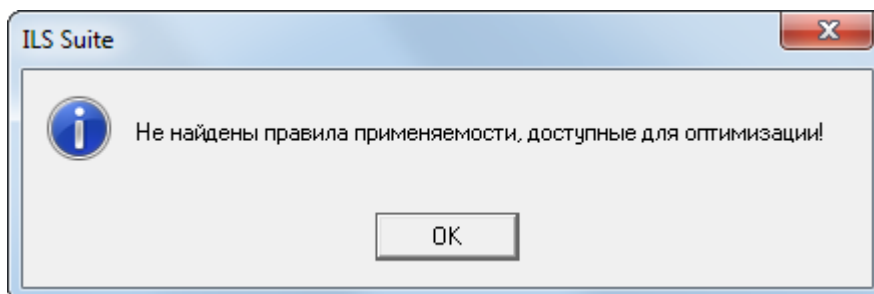

Рис. 13-110 – Информационное сообщение
- 4) Если же ни у одного компонента или ЛСИ-системы не будет найдено правило применяемости, в котором перечислены все экземпляры ФИ, выводится сообщение, приведенное на рис. 13-110.